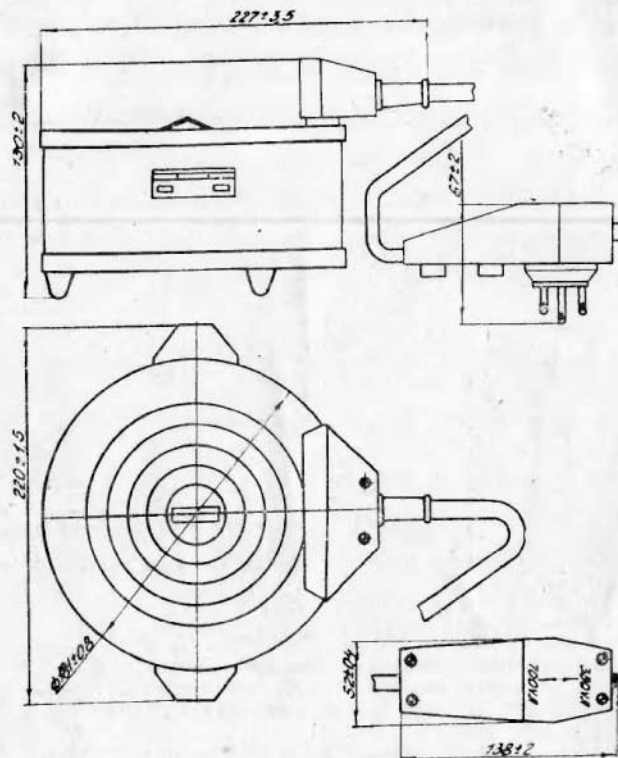

Рис. 1.
1.2. Изображения внешнего вида бань приведены на рис. 1 и 2.
3.1. Баня водяная лабораторная с электрическим подогревом (см. рис. 1) работает от сети переменного тока с частотой 50 Гц с номинальным напряжением 220 В при отклонениях напряжения сети на $\pm 10\%$ от номинального значения.